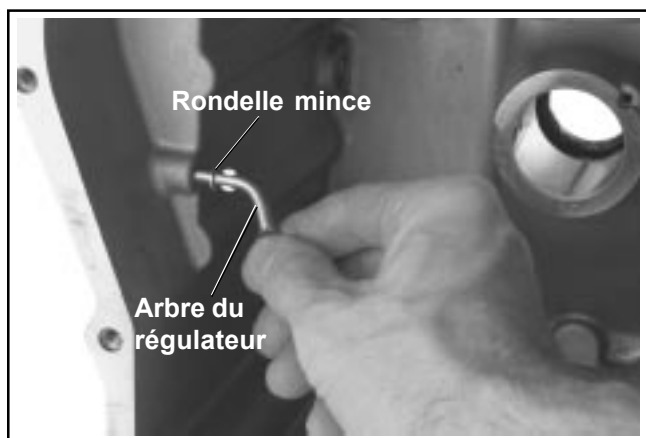

Figure 10-3. Installation de l'arbre intermédiaire du régulateur.
2. Graisser légèrement l'arbre avec de l'huile et l'installer depuis l'intérieur du carter. Voir la Figure 10-3.